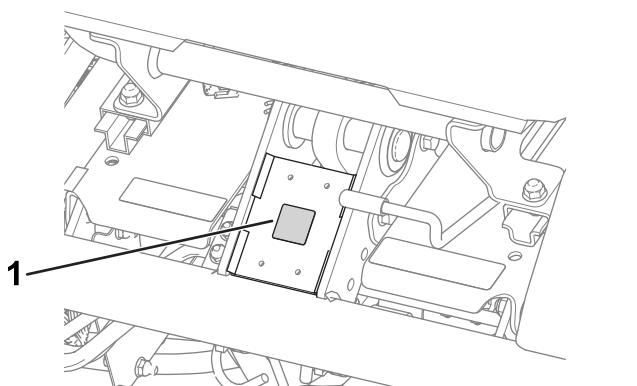

Figura 11
- Coloque o autocolante de conformidade CE (peça n.º 93-7252) debaixo da parte dianteira do banco (Figura 11).